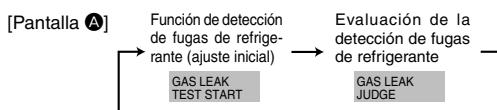

Fig. 8-2
- ② Pulse el botón CLOCK (▼) y seleccione [GAS LEAK TEST START] (INICIO DE PRUEBA DE FUGAS DE GAS). (Fig. 8-2)